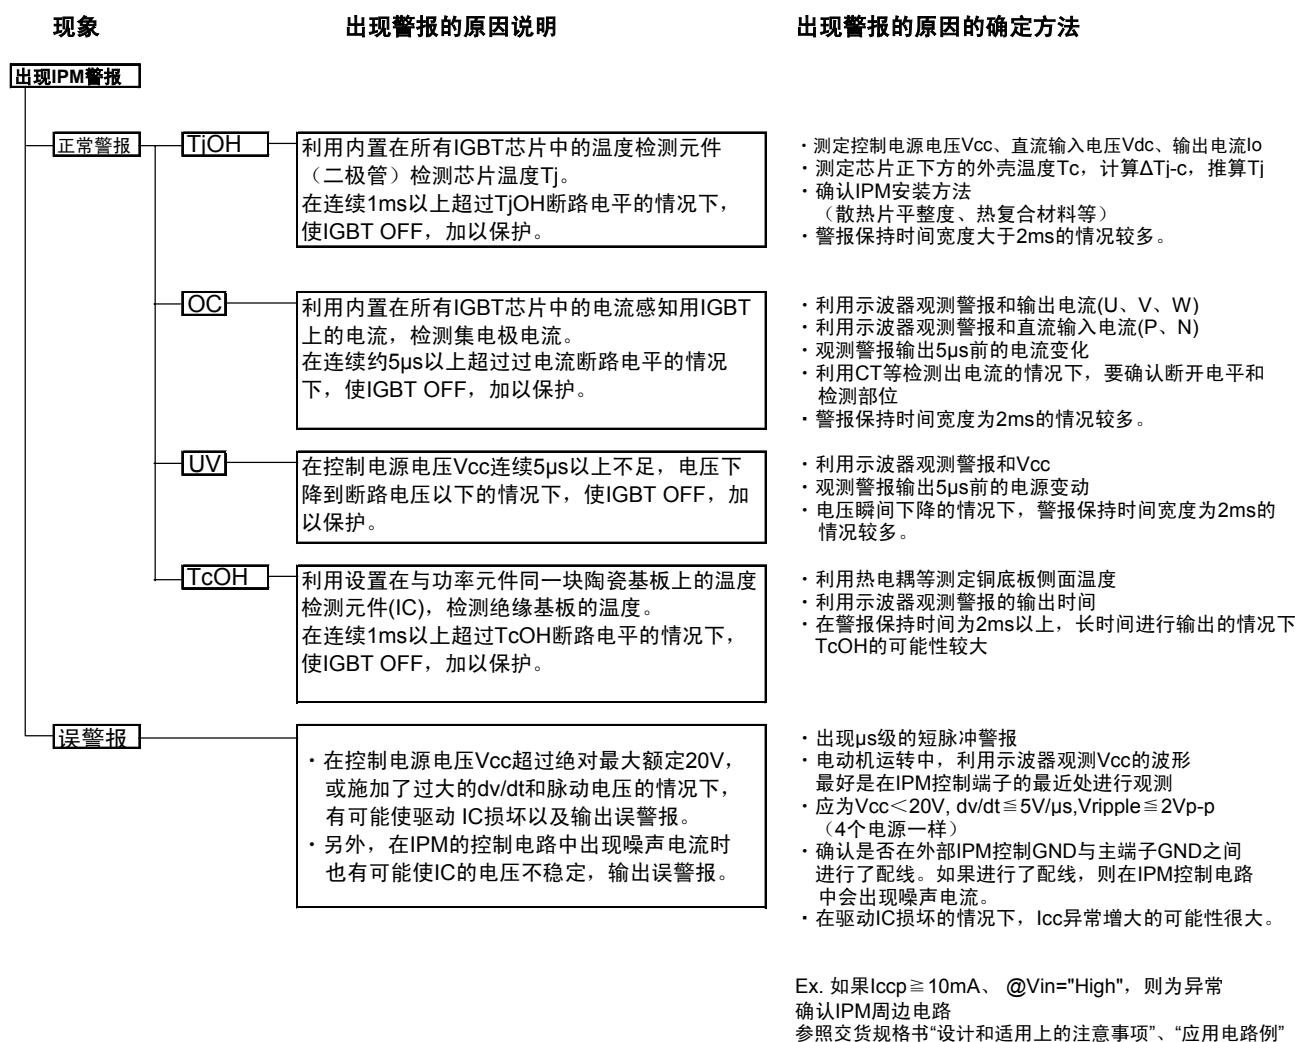

图 7-2 警报原因分析图
2. 故障原因分析图	7-2
另外，IPM 输出警报时，请利用图 7-2 的警报原因分析图，分析原因。